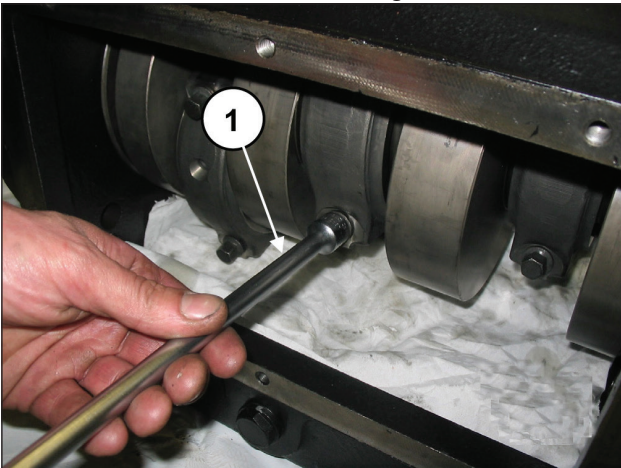

Abb. 24
Lösen Sie die Schrauben der Pleuelstange (Pos. ①, Abb. 24).